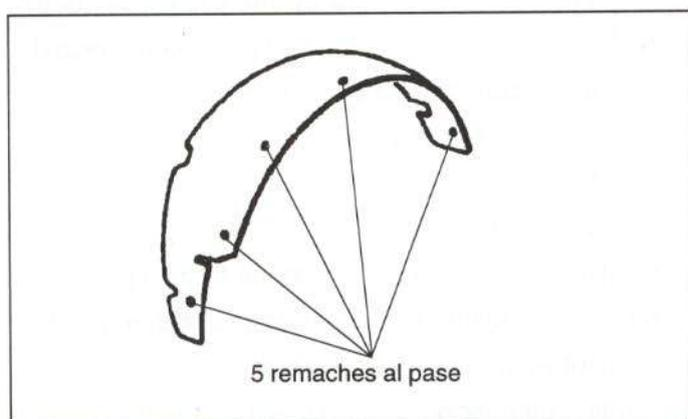

Figura 33.- Unión del guardabarros trasero
- Guardabarros trasero (figura 33)